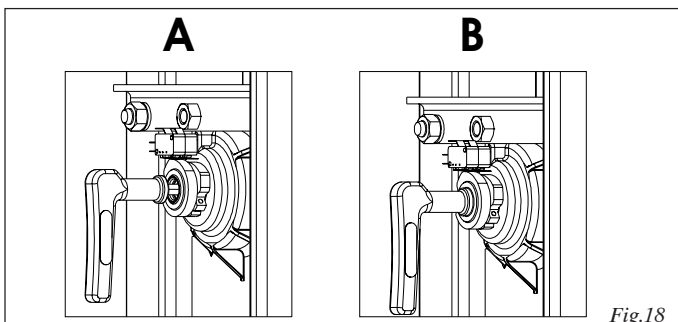

Fig.18
- Introduzcan la llave especial que se encuentra dentro del montante en el orificio de desbloqueo (fig.18 ref.A) y giren algunas vueltas en sentido horario hasta el tope mecánico.
**Atención:** En la llave de desbloqueo está presente un borde circular que debe apoyarse en el árbol (fig.18 ref.B), una vez alcanzada esta posición, no continúen girando la llave de desbloqueo para no perjudicar la funcionalidad del sistema.